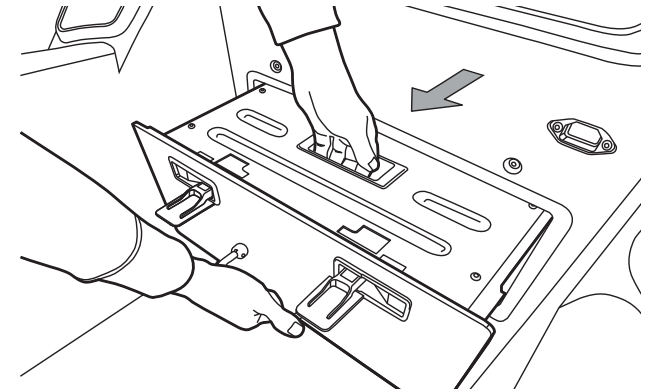

Abbildung 38: Ziehen Sie das Akkumodul aus dem SE-3 Patroller
4. Halten Sie das Akkumodul am vorderen und oberen Griff fest (**Abbildung 38**). Ziehen Sie das Akkumodul vollständig heraus.